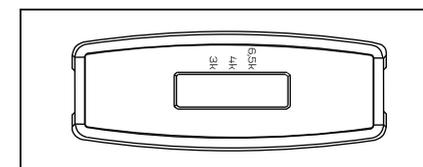

Рис. 2
- Для версии с изменяемой цветовой температурой при необходимости выберите требуемое значение температуры на переключателе (рис.2). Где «3К» – 3000К, «4К» – 4000К, «6,5К» – 6500К.